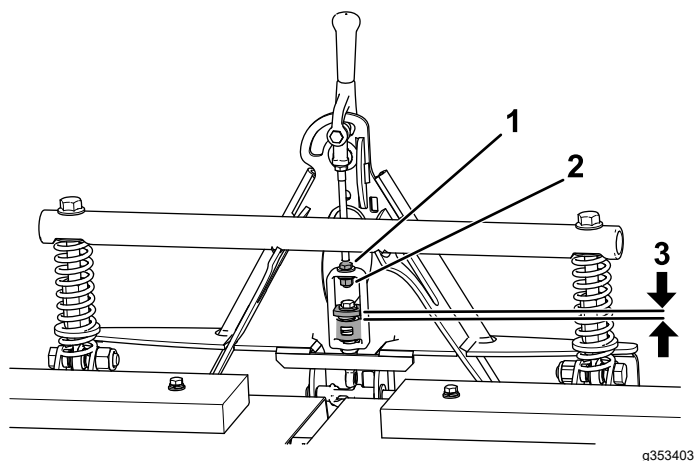

Figura 4
2. Meça a folga entre a anilha superior e o espaçador do conjunto articulado no adaptador de acessórios, como se indica na Figura 4.